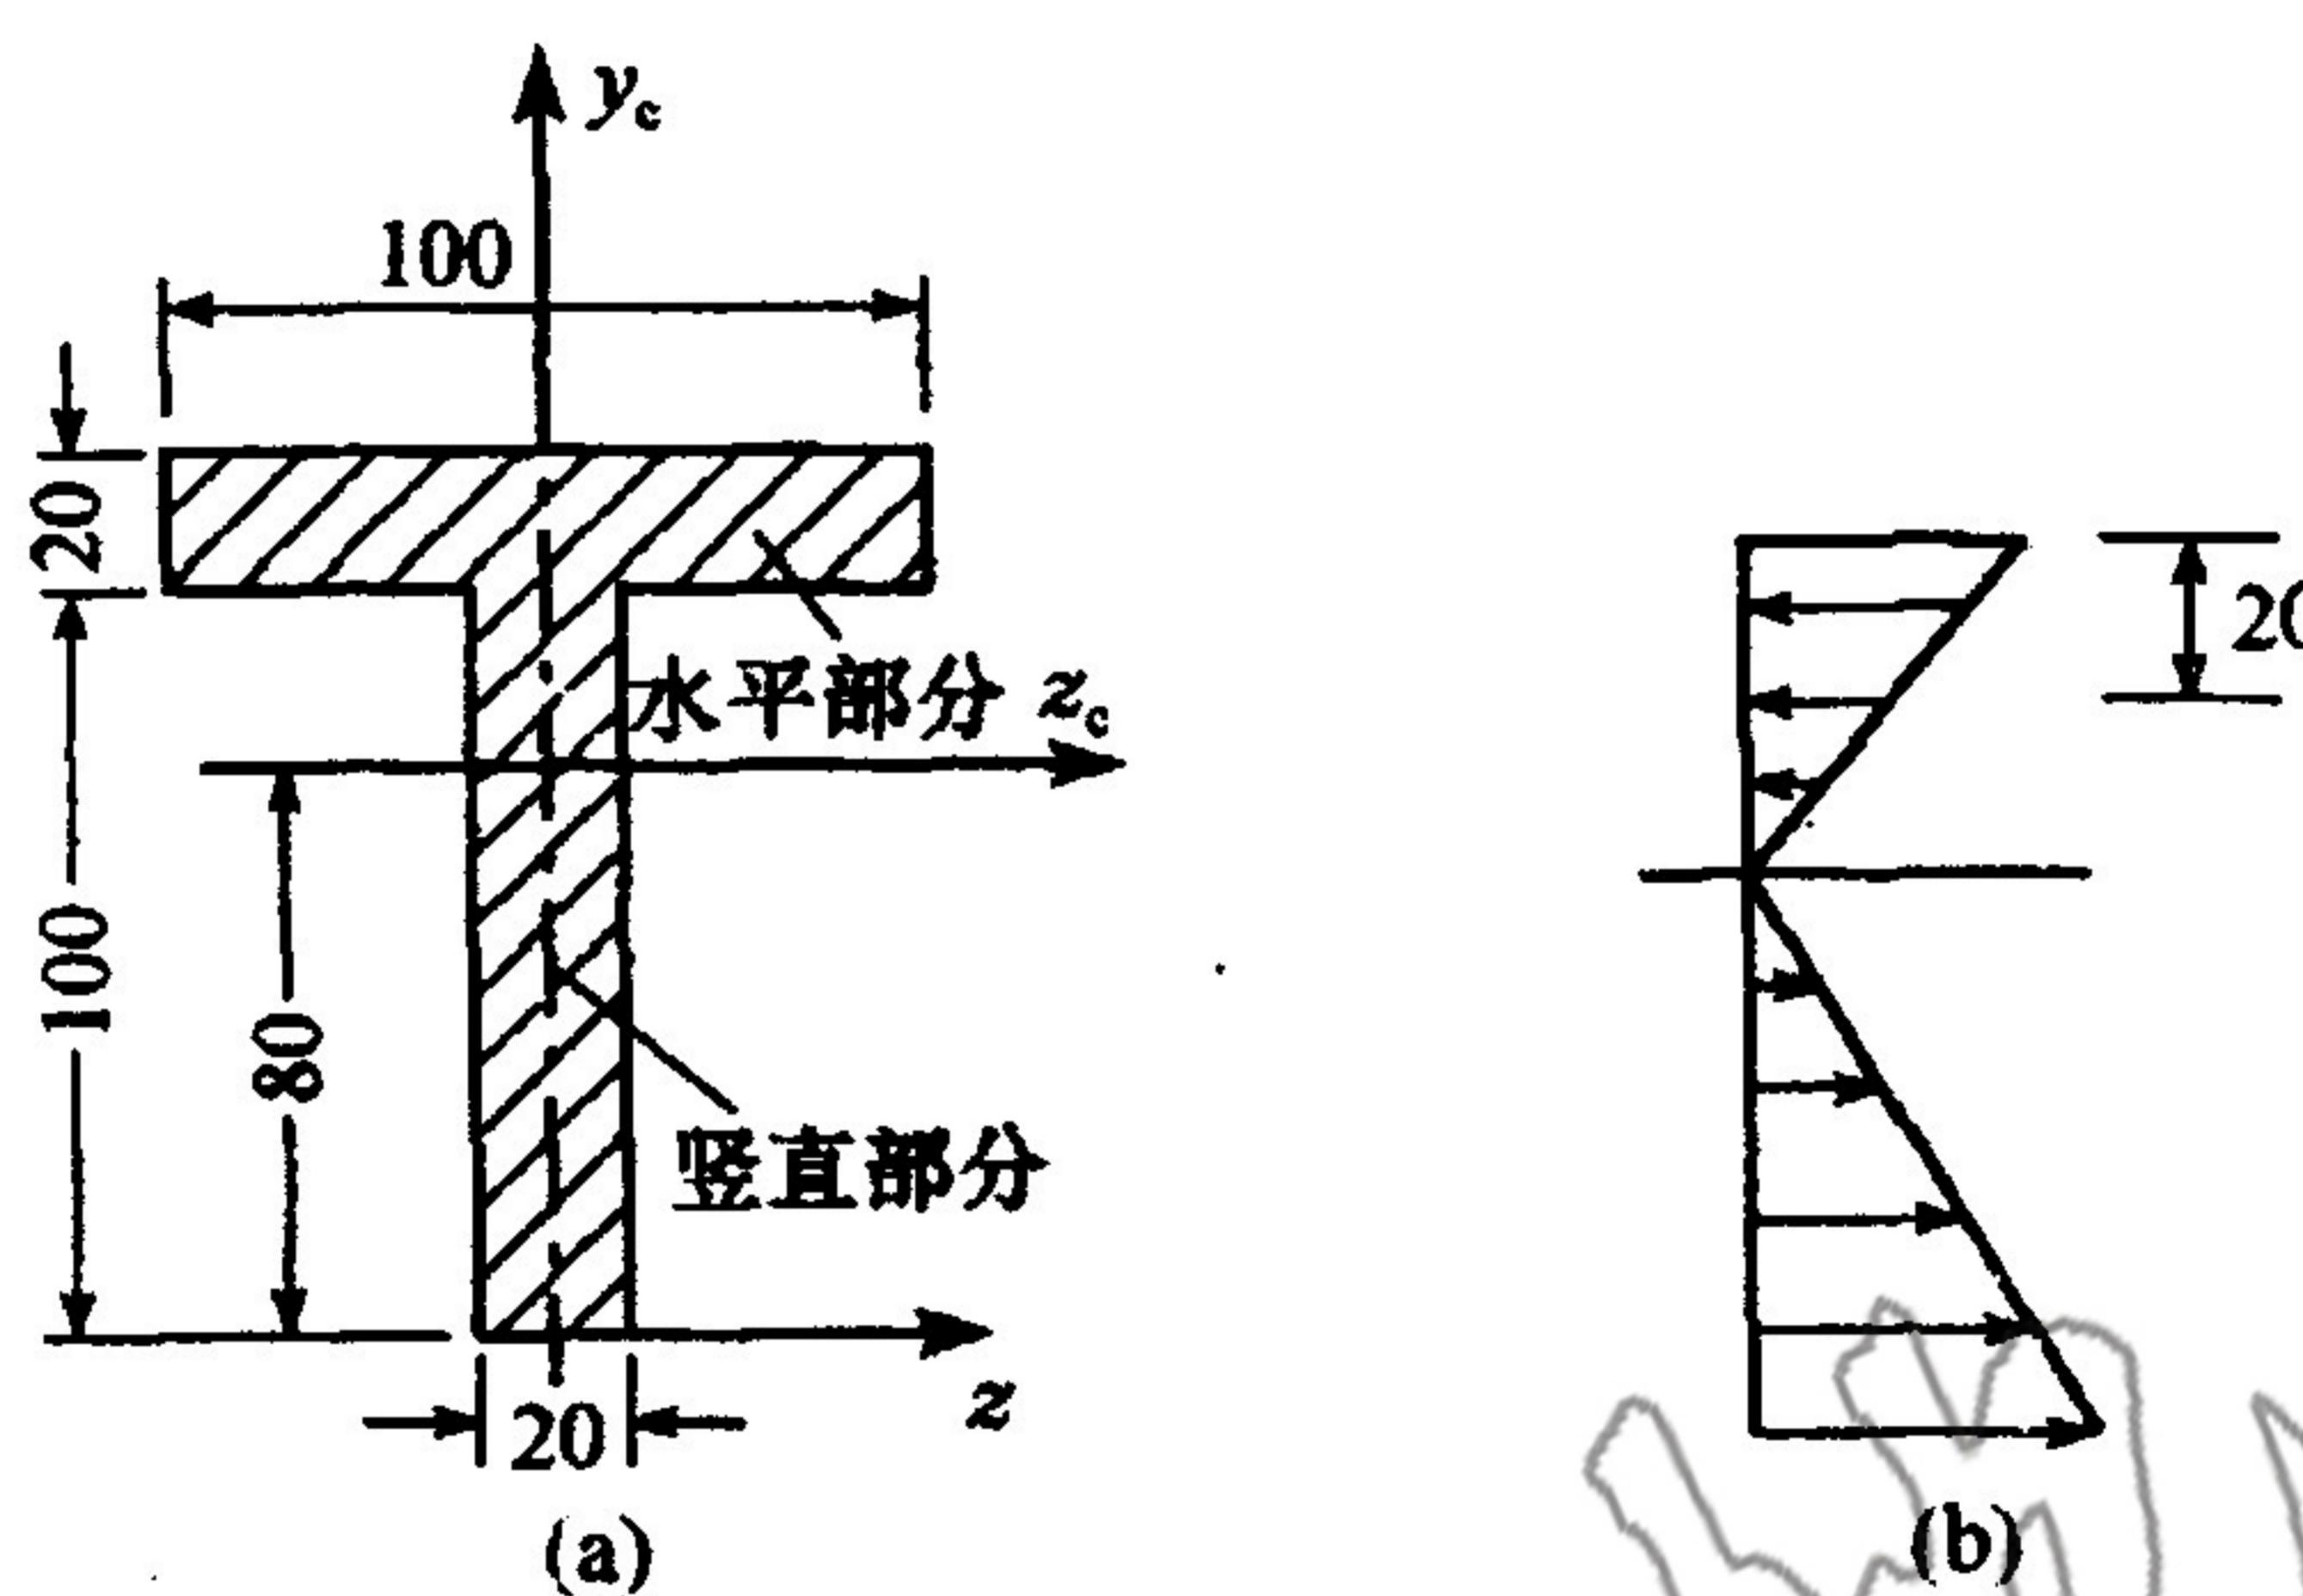

图 4.5
4.5 图 4.5(a)所示 T 形截面梁,设该截面上的内力仅有正弯矩  $M$ ,试求 T 形截面的竖直部分( $100\text{mm} \times 20\text{mm}$ )和水平部分( $100\text{mm} \times 20\text{mm}$ )各承担弯矩  $M$  的百分比。(15 分)